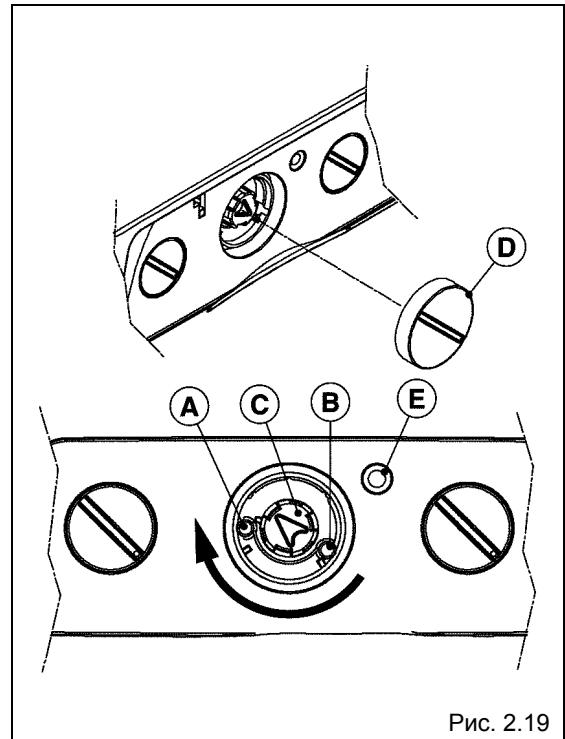

Рис. 2.19
- Снимите переключатель режимов работы (рис. 2.19), потянув его на себя;
- Переведите ручку (С) в положение «газоанализ»: для этого поверните ручку по часовой стрелке до упора (рис. 2.19);
- Можно отрегулировать максимальное (B) и/или минимальное давление газа в режиме отопления (A), вставляя маленькую плоскую отвертку в отверстия, расположенные напротив потенциометров P5 (максимум) и P4 (минимум) (рисунок 2.19);
- Для того чтобы отрегулировать минимальное давление в режиме отопления, поверните потенциометр P4 (A), чтобы получить минимальное значение, приведенное в ПРИЛОЖЕНИИ D – Таблица Давлений Газа, на странице 84;
- Для того чтобы отрегулировать максимальное давление в режиме отопления, поверните потенциометр P5 (B), чтобы получить максимальное значение, приведенное в ПРИЛОЖЕНИИ D – Таблица Давлений Газа, на странице 84;
- Снимите ручку переключателя режимов работы, потянув ее на себя (рис. 2.19);
- Поверните ручку (C) по часовой стрелке до упора (рис. 2.19), до позиции «газоанализ»;
- Желтый световой индикатор (E) начнет мигать (рис. 2.19);
- Снимите ручку переключения режимов работы, потянув ее на себя (рис. 2.19);
- Поверните ручку по часовой стрелке до упора (рис. 2.19), до позиции «газоанализ»;